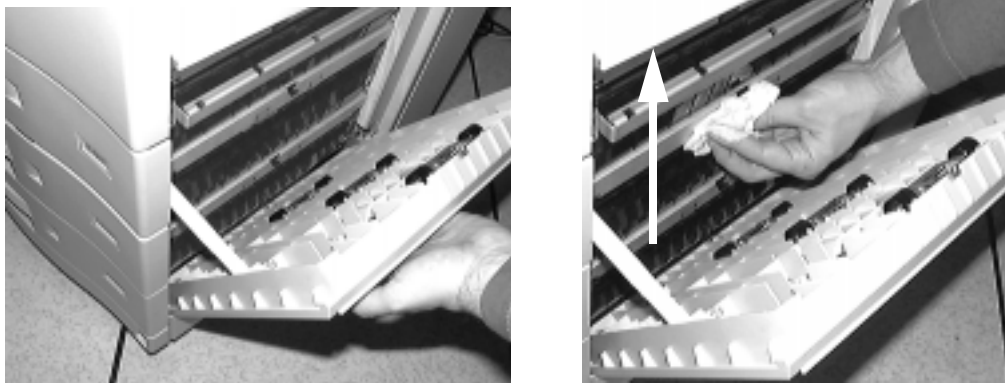

Figura 5-3 Pulizia dell'area di alimentazione della carta
2. Utilizzare i panni di pulizia in dotazione per togliere il toner o la polvere dai meccanismi di alimentazione della carta che si trovano in questa area, sull'area interna e sull'area del coperchio. Pulire completamente fino alla base della stampante e in modo completo. Vedere la Figura 5-3.